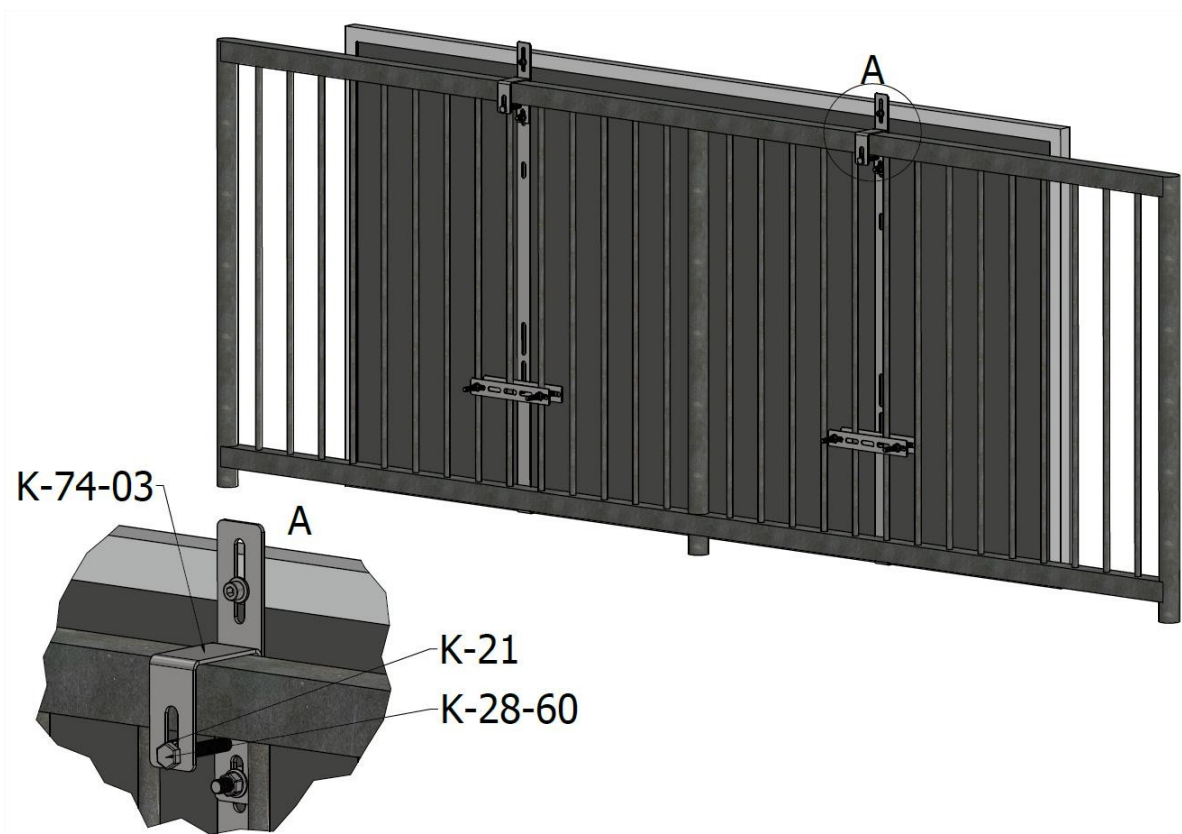

FIG. 9 Montarea șurubului de siguranță
8. În etapa următoare, introduceți șurubul hexagonal K-28-60 în orificiul pregătit din elementul K-74-03 și înșurubați-l pe partea opusă cu piulița K-21 (FIG. 9). Scopul acestui șurub are rolul de a proteja structura împotriva căderilor.